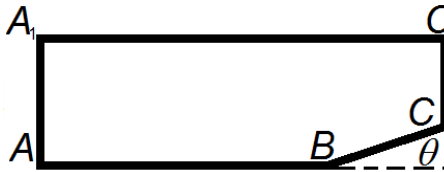
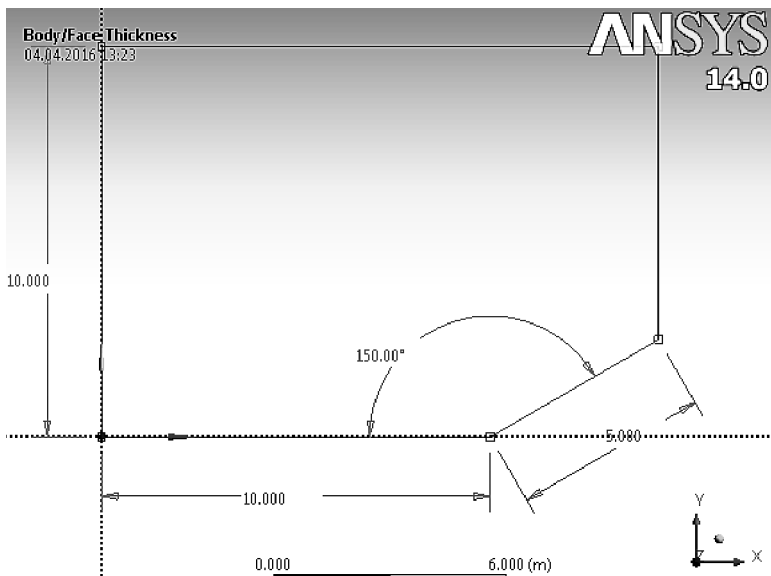
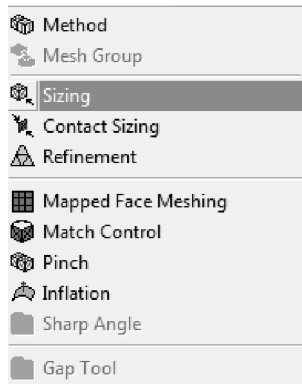
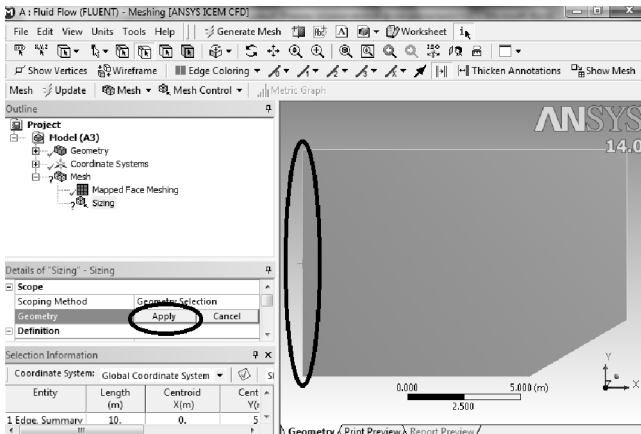

Рис. 3.2
Рис. 3.10
Рис. 3.17
Рис. 3.18
Будем рассматривать течение газа в области со следующими размерами: $AB = 10$ м, $BC = 5$ м, $\theta = 30^\circ$, $AA_1 = 10$ м (см. рис. 3.2). Считаем, что на клин (BC) набегают поток воздуха с плотностью $\rho = 1.225$ кг/м³, вязкостью $\mu = 2 \cdot 10^{-5}$ Па·с, давлением $p = 101325$ Па. Скорость набегающего потока характеризуется числом Маха $M = 3$.
4) На панели Draw в Sketching Toolboxes выберите Line и постройте 5 линий, ограничивающих область расчета, рис. 3.10. Для построения первой линии кликните левой кнопкой мыши в начале координат, затем проведите прямую в направлении оси x . Вторую линию постройте из конца первой линии под углом к оси x . Из конца второй линии строится третья линия и так далее до получения пятиугольника, качественно соответствующего рис. 3.2. Если курсор вести вдоль оси x , то рядом с курсором появляется буква H, вдоль оси y – буква V, если курсор поместить в начало координат, то рядом с ним появляется буква P.
5) Нанесем размеры на пятиугольник. На панели Sketching Toolboxes выбираем табулятор Dimensions → Generals. На панели Graphics подводя курсор к левой стороне пятиугольника, нажимая и удерживая левую кнопку мыши, отводим курсор влево. При этом появятся линии разметки. Такие же действия проделываем с нижней стороной и с наклонной стороной пятиугольника, только курсор отводим вниз. Для нанесения угла выбираем в табуляторе Dimensions опцию Angle, выделяем наклонную и нижнюю горизонтальную линии и ведем курсор вверх до появления разметки. На панели Details View, которая находится под панелью Sketching Toolboxes, в группе Dimensions: 4 устанавливаем размеры пятиугольника соответствующие входным данным задачи. Для того, чтобы вместо названий линий нанести на рисунок размеры фигуры выбираем на панели Sketching Toolboxes вкладку Dimensions, далее выбираем опцию Display и устанавливаем флажок на поле Value. В результате мы получили фигуру с нанесенными размерами, представленную на рис. 3.10.
1) Сначала зададим число разбиений вдоль левой вертикальной границы (линия AA₁, рис. 3.2). Для этого кликаем Mesh Control > Sizing (рис. 3.17).
2) Кликаем по фильтру Edge . Затем подводим курсор к линии AA₁, рис.3.2 (она при этом окрасится в зеленый цвет), нажимаем левую кнопку мыши. После этого кликаем Apply на панели Details of “Sizing” (рис. 3.18).
1) Левую границу области (линия AA_1 , рис. 3.2) назовем Inlet, правую (линия CC_1 , рис. 3.2) – Outlet, нижнюю прямую (линия АВ, рис. 3.2) – Symmetry, нижнюю линию, направленную под углом (линия ВС, рис. 3.2) – Wall_Conus, верхнюю (линия A_1C_1 , рис. 3.2) Wall. Эти имена пригодятся на последующих шагах при построении модели с помощью программы Fluent.